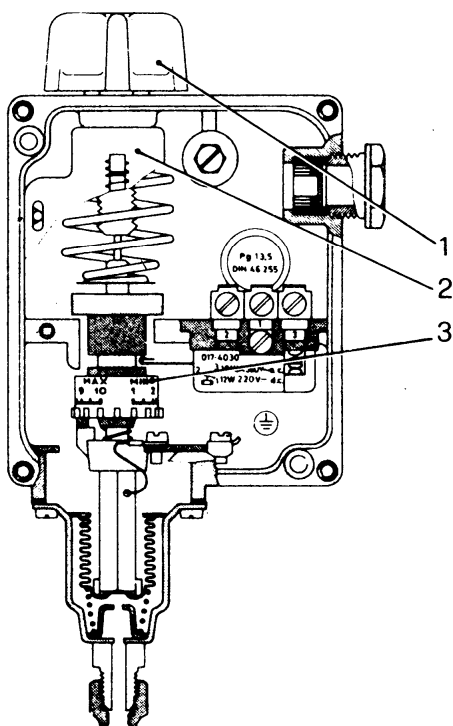

Рис. 8
**Калибровка реле давления (Рис. 8):**
- Вращать ручку (1) до достижения указателем шкалы (2) значения давления, заданного в деаэраторе;